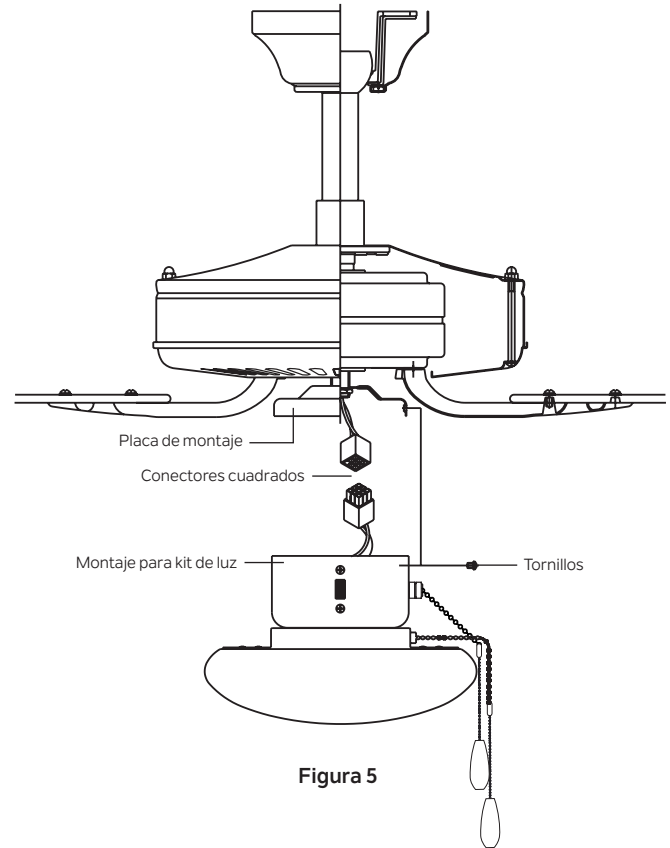

Figura 5
7. Levante y sostenga el conjunto del kit de luz cerca de la placa de montaje del ventilador de techo. Empuje los conectores de cable cuadrado juntos. (Figura 5)
8. Con cuidado, vuelva a introducir todos los cables en la carcasa del interruptor, luego instale el conjunto del kit de luz en la placa de montaje con los 3 tornillos de la carcasa del interruptor. Asegúrese de ajustar todos los tornillos. (Figura 5)